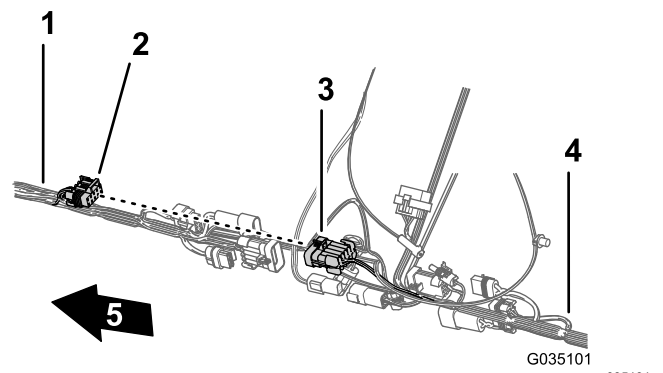

図 73
2. 散水ハーネス相互接続用のフロントハーネスの10ソケットコネクタを、散水ハーネス相互接続用のリアハーネスの10ピンコネクタに接続する(図73)。